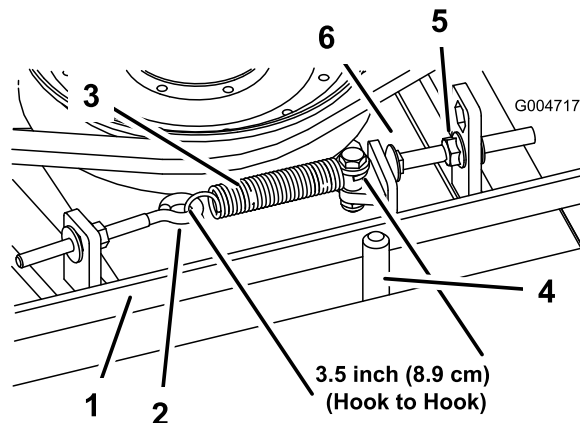

Figura 64
8,9 cm \pm 6 mm (lado interior). Logo que se obtenha a tensão correcta da mola, ajuste o pino de fecho (parafuso da carroçaria) até haver uma folga aproximada de 3 mm \pm 1,5/-0,0 mm entre a cabeça do parafuso e o braço intermédio (Figura 64).
Nota: Certifique-se de que a correia está colocada no lado da mola do guia da correia (Figura 64).
2. Desaperte o parafuso com olhal permitindo a remoção da mola de extensão (Figura 64).
3. Desaperte a porca flangeada que fixa o pino de fecho na patilha de montagem. Puxa a porca ligeiramente para trás para permitir que o braço intermédio passe pelo pino de fecho (Figura 64). Retire a polia intermédia da correia para aliviar a tensão da correia.
8. Volte a ligar a mola de extensão (Figura 64) ao parafuso de olhal e aplique a tensão na correia como se segue: